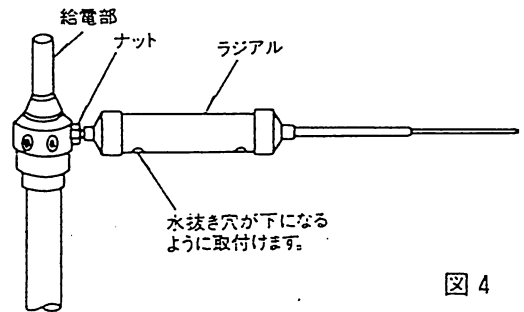

図4
5) 各ラジアルを給電部のネジ部にいっぱい差し込んだのち、水ヌキ穴が下になる様にもどしてから、付属の六角ナットを対辺19のスパナあるいはモンキーレンチで締めつけて固定します。図4